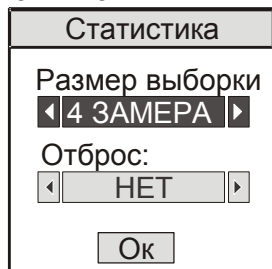

Рис. 10
2.6.12 Запись результата измерения в блок памяти прибора осуществляется длительным нажатием кнопки “←” (рис. 10). При записи результат измерения на дисплее “мигнет”.